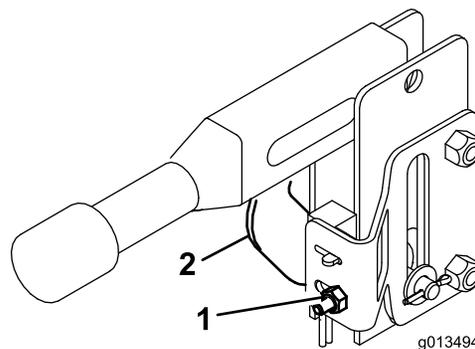

Figure 25
5. Desserrez les (2) écrous qui fixent le contacteur de sécurité de frein au support de capteur de frein (Figure 25).
6. Réglez le contacteur de frein jusqu'à obtention entre le contacteur et la biellette du levier de frein de stationnement d'un entrefer de 1,5 mm. $\pm 0,7$ mm. (Figure 25). Resserrez les écrous de fixation du contacteur.